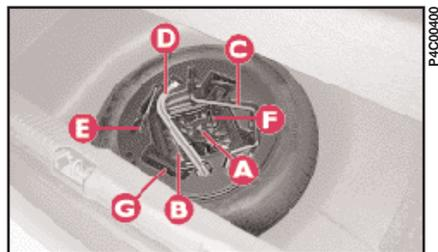

fig. 2
- Enlever le support complet avec les outils en dévissant le dispositif de blocage **A** (fig. 2).
5) Introduire les trois autres boulons en utilisant la rallonge **F** (fig. 2) (version 1.2 16V bleu).
6) Visser les boulons à l'aide de la clé **D** (fig. 2) prévue à cet effet.